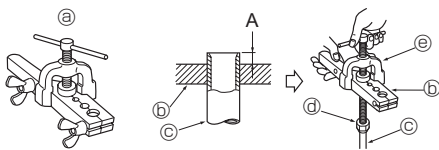

Fig. 5-6
5.2.4. Paplašināšanas process (Fig. 5-6)